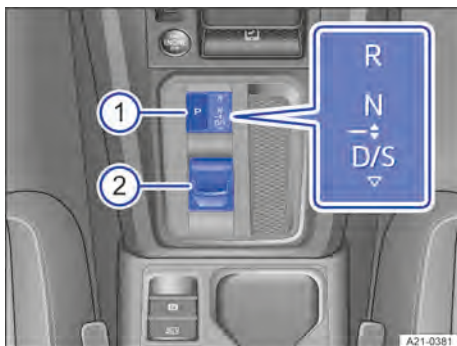

Abb. 103 Wählhebel des Automatikgetriebes mit der Taste für die Parksperre.
Im Display des Kombi-Instruments und im unteren Teil der Mittelkonsole wird bei eingeschalteter Zündung die ausgewählte Fahrstufe angezeigt → Abb. 103.
Um die Parksperre einzulegen, die **P**-Taste drücken → Abb. 103 ①.
Um zwischen den Fahrstufen **D** und **S** zu wechseln, den Wählhebel → Abb. 103 ② nach hinten tippen.